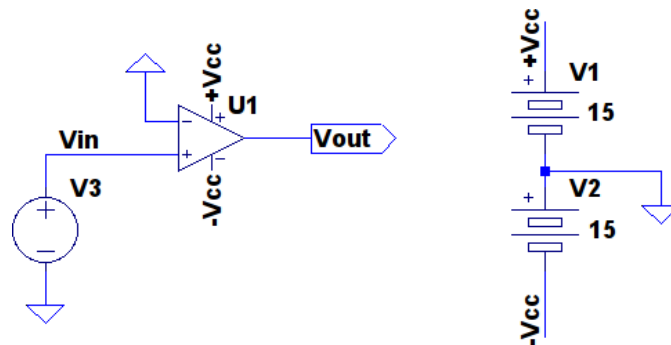

Figura 6.1: Circuito para determinação de característica de transferência DC.
1. Construa no LTspice (ou outro *software* de sua preferência) o circuito mostrado na Figura 6.1. Não se esqueça de alimentar o circuito corretamente e inserir o aterramento.